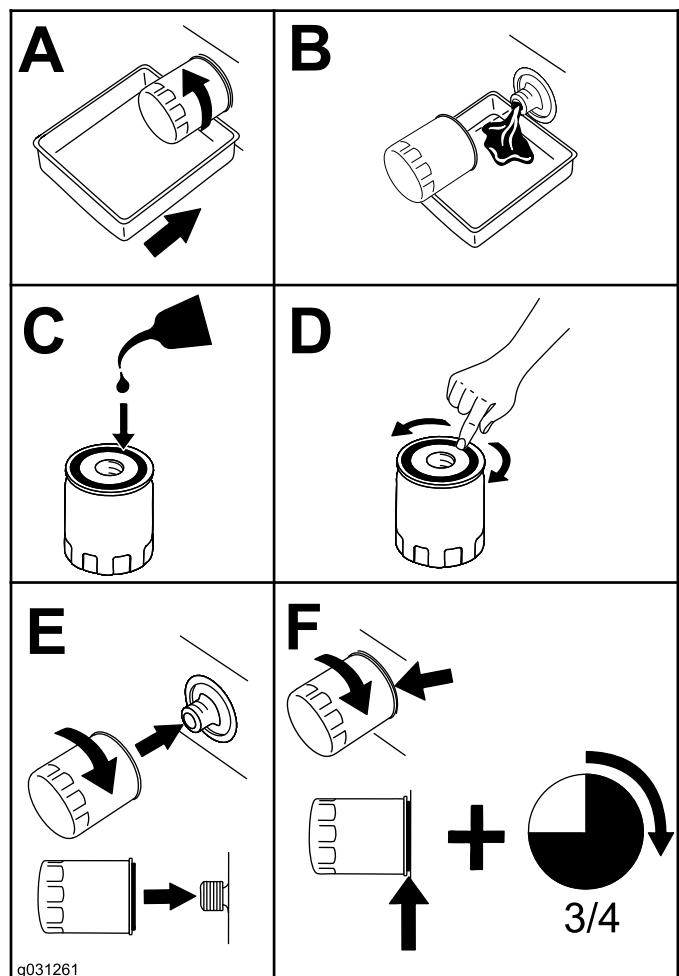

Figure 95
4. Remplacez le filtre à huile moteur (Figure 95).